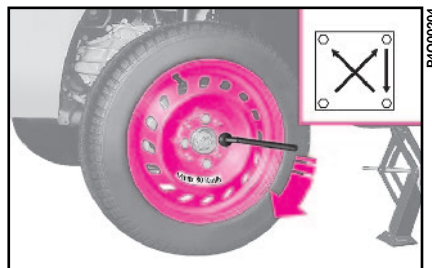

fig. 8
12) Serrer à fond les boulons, en passant de l'un à l'autre par passes croisées, suivant l'ordre représenté sur la fig. 8.
6) Serrer à fond les boulons en suivant l'ordre décrit ci-dessus. **fig. 8**.